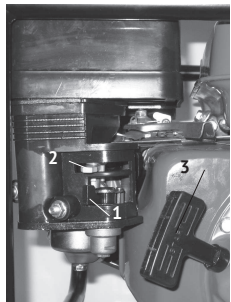

рис. 3
- Откройте топливный кран (рис.3 поз.1) - крайнее правое положение.
- Переведите рычаг управления воздушной заслонкой (рис.3 поз.2) до упора в крайнее левое положение «Закрыто»
- Резко с интенсивным усилием потяните трос стартера (рис.3 поз.3) до упора, повторите действие ещё раз при необходимости. Если двигатель не запускается, следует изменить положение рычага воздушной заслонки (рис.3 поз.2), открывая её тем больше, чем выше температура двигателя и окружающего воздуха.
- После прогрева двигателя в течение 10-40 секунд, в зависимости от начальной температуры, переведите рычаг воздушной заслонки (рис.3 поз.2) в крайнее правое положение «Открыто», и рычаг регулировки дроссельной заслонкой (рис.1 поз.2) в до упора назад в положение «Минимально», если при этом двигатель работает неустойчиво вернуть рычаг воздушной заслонки в прежнее положение и обеспечить завершение прогрева двигателя.
- Закройте топливный кран (рис.3 поз.1) - крайнее левое положение.